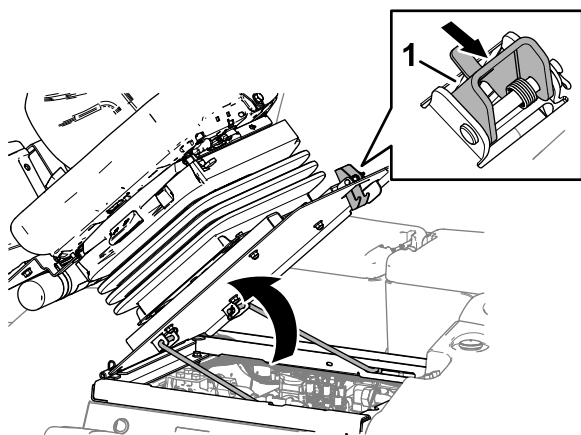

Рисунок 96
1. Переместите фиксатор сиденья наружу (Рисунок 96).